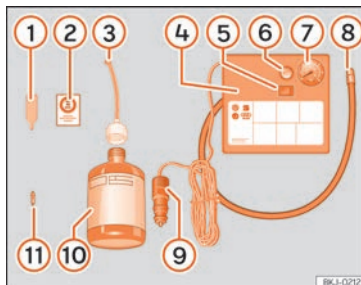

Fig. 34 Représentation standard : contenu du kit anticrevaison.
Le kit anticrevaison se trouve dans le coffre à bagages, sous le revêtement de plancher. Il inclut les composants suivants »» fig. 34 :
- Dévissez le capuchon et l'obus de la valve du pneu. Utilisez l'appareil »» fig. 34 1 pour extraire l'obus. Placez-le sur une surface propre.
- Agitez fortement la bouteille de produit de colmatage des pneus »» fig. 34 10.
- Vissez le tuyau de gonflage »» fig. 34 3 sur la bouteille de produit de colmatage. Le plombage du goulot de la bouteille est automatiquement percé.
- Retirez le bouchon du tuyau de remplissage »» fig. 34 ③, puis vissez l'extrémité ouverte du tuyau sur la valve du pneu.
- Placez de nouveau l'obus de valve sur la valve du pneu avec l'outil »» fig. 34 ①.
- Vissez le tuyau de gonflage du pneu du compresseur »» fig. 34 ⑧ sur la valve du pneu.
- Vérifiez si la vis d'évacuation d'air est serrée »» fig. 34 ⑥.
- Branchez le connecteur »» fig. 34 ⑨ à une prise de courant de 12 volts du véhicule »» page 156.
- Raccordez le compresseur d'air au commutateur ON/OFF »» fig. 34 ⑤.
- Collez l'autocollant »» fig. 34 ② sur le tableau de bord, dans le champ de vision du conducteur.
Revissez le tuyau de gonflage »» fig. 34 ⑤ et vérifiez la pression du manomètre ⑥.